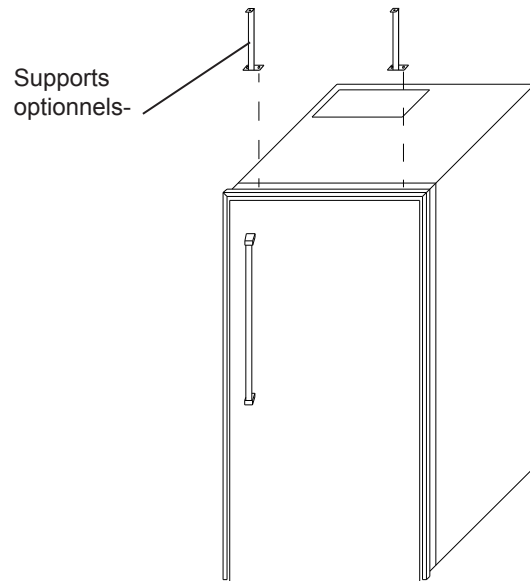

Figure 16 Style 2
1. Utilisez deux vis (référence 91180-000) pour fixer chaque support sur le haut d'armoire. Voyez les Figures 16 et 17.